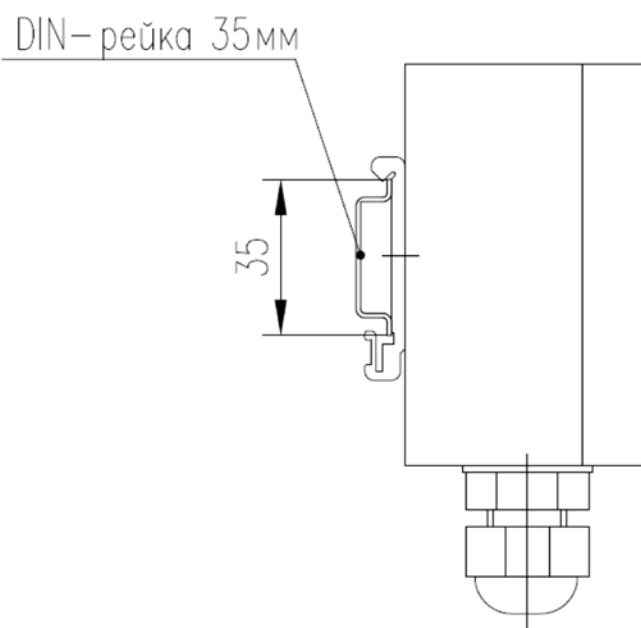

Рис.2.2.16. Варианты монтажа блока питания на DIN-рейку.
2.2.11.2 На рис.2.2.16 показан монтаж БП на DIN-рейку.